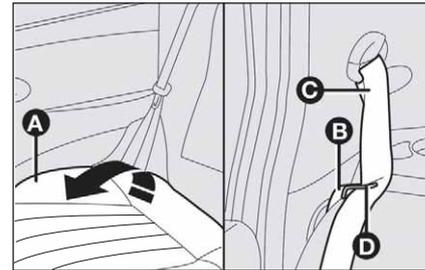

fig. 105
- vérifier que les deux sangles **C-fig. 105** des ceintures de sécurité soient correctement insérées dans la languette guide-ceinture **D** correspondante ;